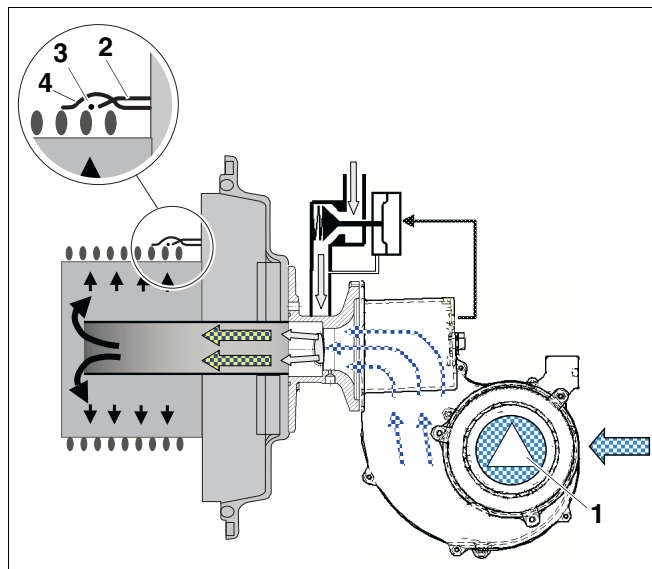

Fig. 2 Fonction du brûleur de gaz à pré-mélange, vue en coupe
Le balayage préalable intervient d'abord avec le débit volumétrique nominal. Une fois le temps de balayage préalable écoulé, le ventilateur tourne (fig. 2, **pos. 1**) à la vitesse de démarrage.
Le mélange gaz-air est allumé directement par les électrodes d'allumage (fig. 2, **pos. 2 et 3**). Le contrôle de flamme (fig. 2, **pos. 4**) est effectué selon le principe de courant d'ionisation.